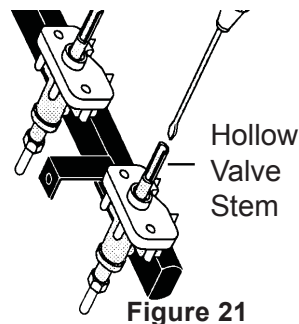

Figure 21
- e. Introduzca un destornillador delgado en la varilla hueca de la válvula y ajústelo sobre el tornillo que se encuentra adentro. El tamaño de la llama se puede aumentar o reducir girando el tornillo. Gire el tornillo a la izquierda para aumentar el tamaño de la llama. Gire el tornillo a la derecha para reducir el tamaño de la llama (vea la fig. 21). Ajuste la llama hasta que pueda girar la perilla rápidamente desde la posición **LITE** (encender) hasta el ajuste mínimo sin que se apague la llama. La llama debe ser lo mas pequeña posible sin que se apague.